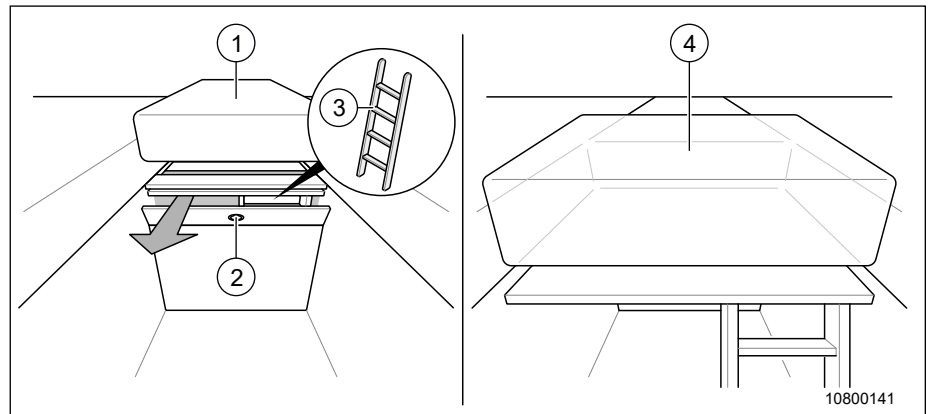

Fig. 57 Lit jumeau (avec échelle)
1. Appuyer sur le bouton (Fig. 57, pos. 2) et rabattre la porte du meuble.
2. Retirer l'échelle (Fig. 57, pos. 3) et sortir le sommier.
3. Placer l'échelle contre le sommier et mettre en place le matelas (Fig. 57, pos. 4).